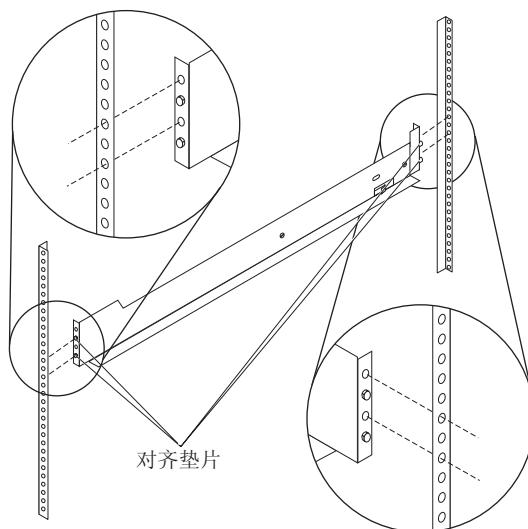

图 2. 将支撑导轨放置到机架中
2. 握住左支撑导轨的前部, 使其紧靠着机架式机箱前支撑凸缘内侧, 然后拉伸支撑导轨的后部, 直到它与机架式机箱后支撑凸缘接触。将支撑导轨后部的对齐垫片滑入机架式机箱后部的孔中, 如图 2 所示。